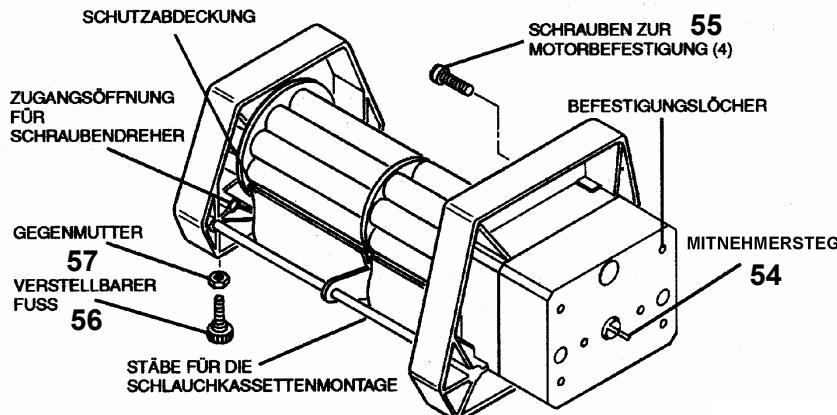

Bild 32
4.2. Mehrkanalpumpenkopf an den Pumpenantrieb montieren (Bild 32)